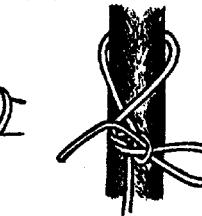

Рис. 71.
4. Пальцами левой руки отводим ходовой конец влево – вверх, а пальцами правой руки быстро беремся за веревку ходового конца и втягиваем ее в калышку, образуя петлю. В этот момент на ходовом конце образуется петля, которая, следуя за правой рукой, продергивается в калышку (рис. 71).